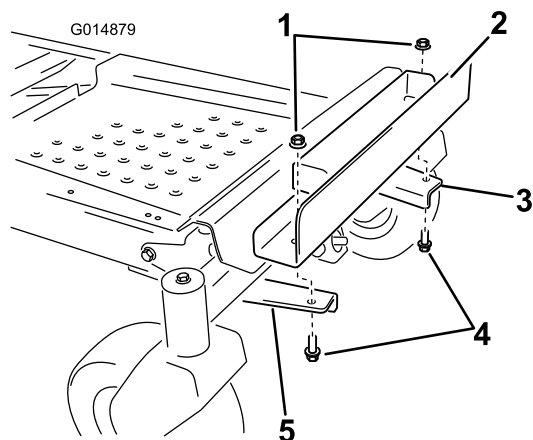

Figura 8
6. Montate la staffa della zavorra sulle staffe di montaggio, allineando i fori esterni della staffa alle staffe di montaggio precedentemente installate (Figura 8).
7. Fissate la staffa della zavorra con 2 bulloni ($\frac{3}{8}$ " x 1") e 2 dadi di bloccaggio ($\frac{3}{8}$ "). **Figura 8**